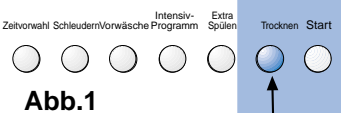

Abb. 4
- * Nach Ablauf des Trockenprogramms wird auf dem Display der Schriftzug „End“ angezeigt (Abb. 4).